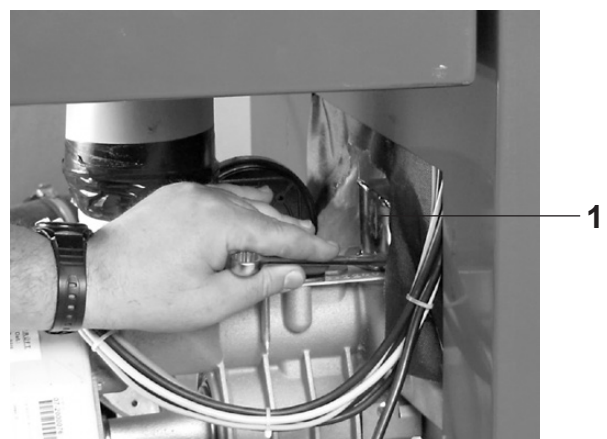

Bild 11
2. Sekundärluftstutzen (1, Bild 11) demontieren (Schrauben lösen und abnehmen).